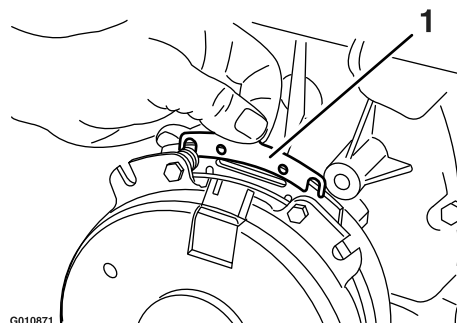

Figure 69
- B. A l'aide d'une pince à becs longs ou avec les doigts, saisissez la languette et déposez la cale (Figure 69).
Enlevez l'herbe, les saletés et autres débris éventuellement accumulés sur la grille du moteur. Cela permet d'assurer un refroidissement et un régime moteur corrects, et réduit les risques de surchauffe et de dommages mécaniques du moteur (Figure 69).